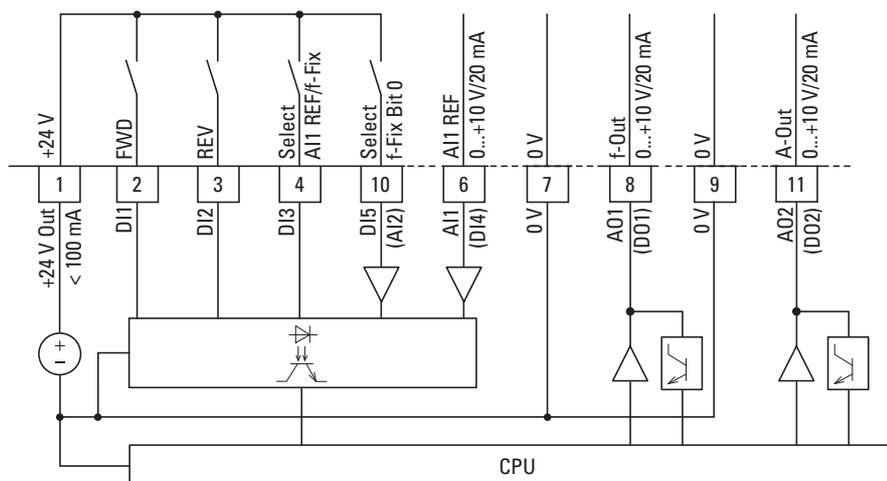

Figura 78: Morsetti di comando (digitali/analogici)
In funzione dei parametri P1-12 e P1-13, i morsetti di comando 6 (AI1) e 10 (AI2) possono essere collegati con segnali analogici (→ Figura 78):
Sui morsetti di comando 8 e 11 (→ Figura 78) sono disponibili segnali analogici. Queste uscite possono sopportare un carico massimo di 20 mA. La selezione dei segnali di uscita può avvenire mediante i parametri P2-11 (AO1) e P2-13 (AO2). Con i parametri P2-12 (AO1) e P2-14 (AO2) è possibile definire i formati degli ingressi analogici:
I morsetti di comando 8 e 11 (→ Figura 78) sono impostati nello stato alla consegna come uscita analogica (AO). Il funzionamento come uscita digitale (DO) può essere impostato mediante i parametri P2-11 e P2-13.